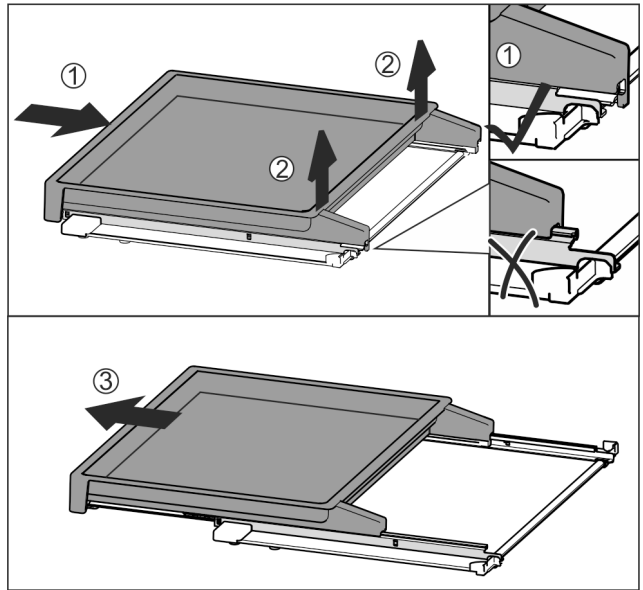

Fig. 112
- Çekme rafını tamamen içeri itin Fig. 112 (1).
- Arka taraftaki kilidi çözün Fig. 112 (2).
- Çekme rafını öne doğru alarak çıkarın Fig. 112 (3).